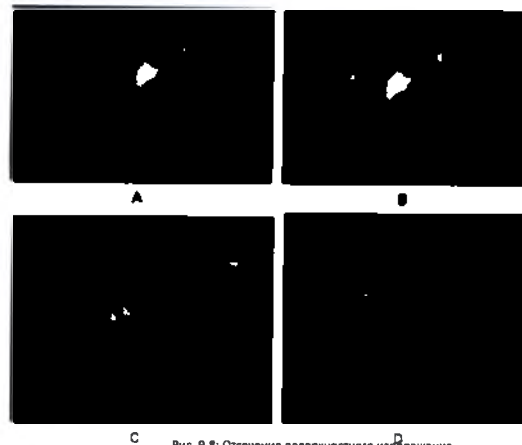

Рис. 9-8: Отсечение поверхностного изображения
- 2) Нажать на значок [Background] () и указатель мыши будет выполнять функцию щетки в окне сегментирования. Можно нажать левую кнопку мыши, чтобы начертить в поверхностном изображении непрерывную кривую или несколько линейных сегментов вокруг конкретных участков, подлежащих удалению, затем дважды нажать на кнопку мыши, чтобы образовать замкнутый контур (Рис. 9-8А). Нажатием на значок [Segment] () можно удалить очерченную контуром часть с поверхностного изображения (Рис. 9-8Б).
- 3) Нажать на значок [Foreground] () и указатель мыши в окне сегментирования будет выполнять функцию щетки. Можно нажать на левую кнопку мыши, чтобы начертить непрерывную кривую или несколько линейных сегментов вокруг определенных участков поверхностного изображения, подлежащих удалению, затем дважды нажать на кнопку мыши, чтобы образовать замкнутый контур (Рис. 9-8С). Нажатием на значок [Segment] () можно удалить часть поверхностного изображения, не очерченную контуром (Рис. 9-8).